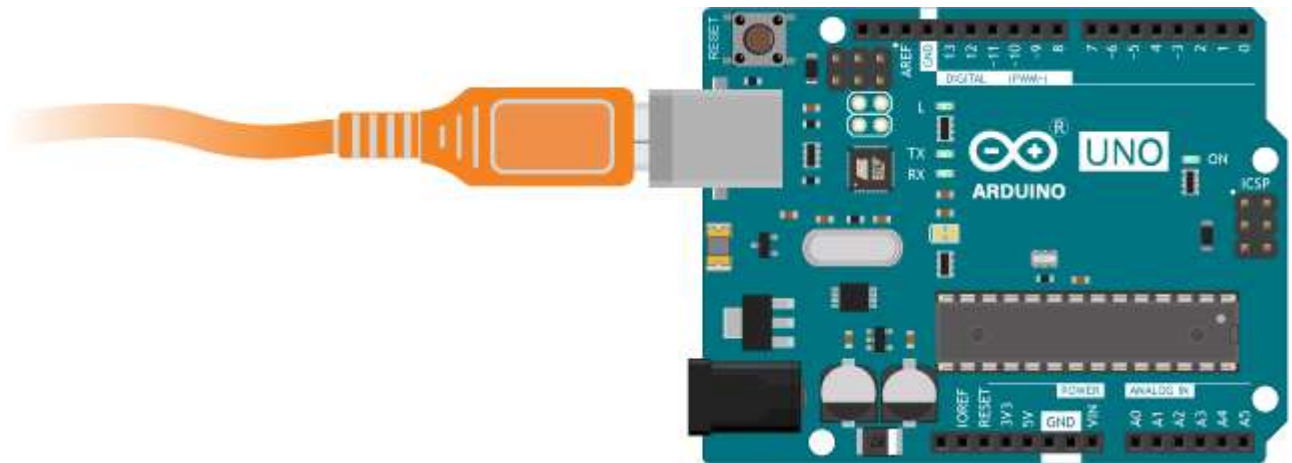

Рис.3.3 – Схема підключення плати керування Arduino Uno до ПК.
3. Підключити плату керування Arduino Uno до ПК, (рис.3.3).